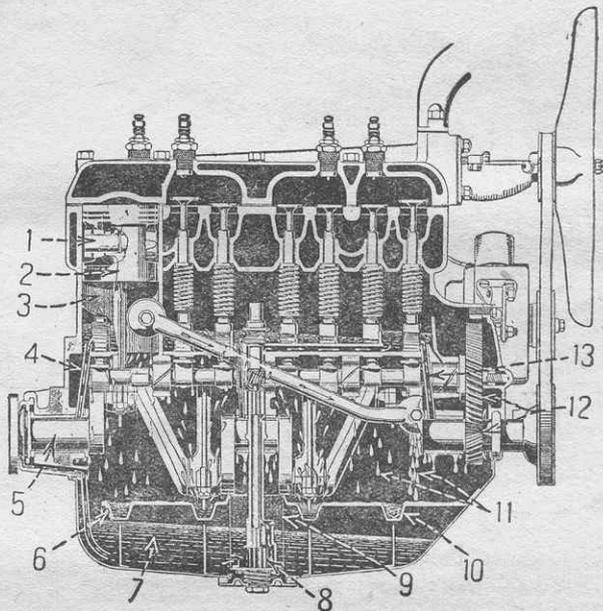

Рис. 5. Система смазки двигателя.
**Смазка двигателя** (рис. 5). Система смазки двигателя «Форд-А» комбинированная—насосом, самотеком и разбрызгиванием. Масляный резервуар имеется в клапанной коробке двигателя. Масляный насос помещается на дне картера и приводится в действие от шестерни кулачкового вала.